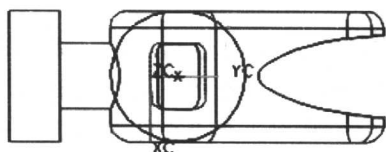

图 1-29 绘制圆弧
(1) 利用工具“视图”→“视图方位”把视图切换为右视图，利用工具“直线和圆弧”→“圆中心—半径”，以点(0, 8, 0)为圆心，半径 $R=20$ 生成一个圆，如图 1-29 所示。